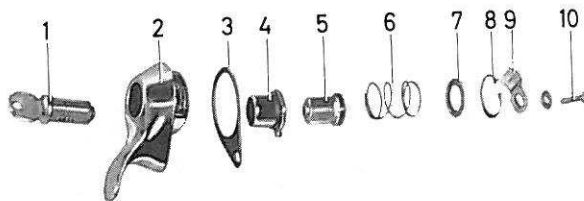

Figure 36. Fermeture de porte du coffre désassemblée
Le démontage se fait en dévissant la vis (10, figure 36) située à la partie inférieure de la fermeture. On peut ensuite sortir le piston de fermeture en mettant la clé à cette dernière. Ce travail peut également se faire avec la fermeture en place sur la porte du coffre. Pour le démontage des autres éléments de la fermeture, commencer par retirer le circlips (8).